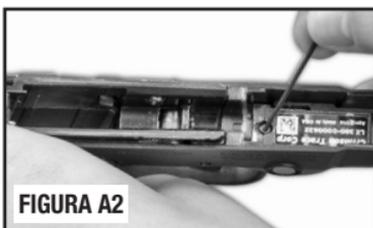

FIGURA A2
- Use la llave hexagonal provista para girar el tornillo de la parte posterior de la carcasa del láser en sentido contrario a las agujas del reloj hasta que el tornillo se desenganche del bastidor de la pistola M&P® BODY-GUARD® 380 (FIGURA A2); El tornillo permanecerá cautivo en la carcasa del láser y no podrá quitarlo del todo.